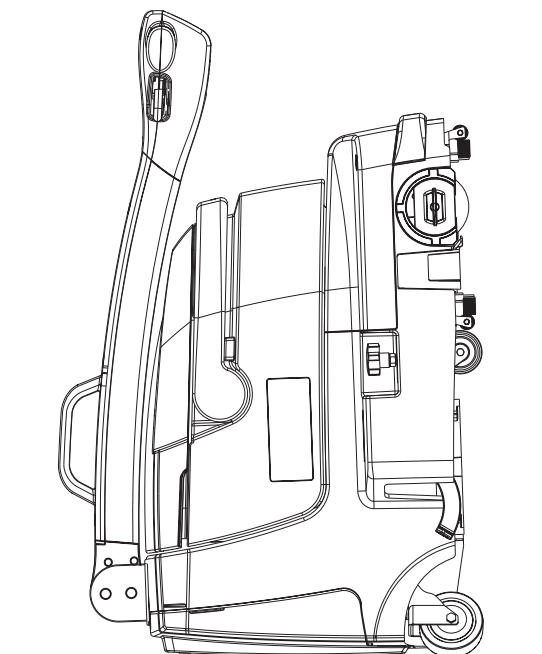

Figura 7
1. Opriți utilajul de la comutator, apoi ridicați peria și racloarele cu pedala de parcare (10).
2. Goliți recipientul rezervorului (13).
5. Parcați utilajul; pentru a coborî bara de ghidare (1) apăsați maneta (8).
6. Utilajul trebuie să fie depozitat în modul de parcare; pedala (10).
7. Utilajul poate fi depozitat în spate în spații restrânse, consultați figura 7.